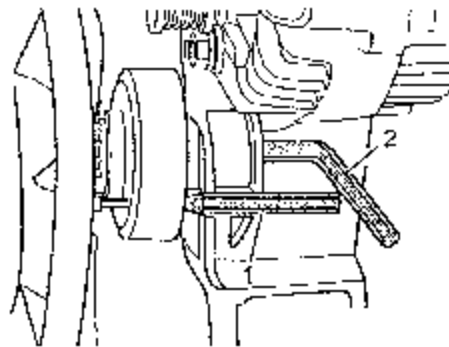

图 2-126 拆卸硅油风扇离合器
(1) 拆下驱动皮带，从硅油风扇离合器上拆下风扇叶轮。
(2) 如图 2-126 所示，用芯棒（ $\Phi 5\text{mm}$ ）1 固定住硅油风扇离合器的皮带轮，用 8mm 的内六角扳手 2 拧下硅油风扇离合器的固定螺栓，并连同皮带轮一起拆下硅油风扇离合器。
(3) 从硅油风扇离合器上拆下皮带轮。